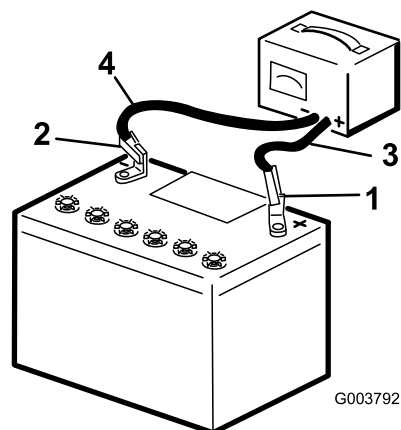

Figure 34
2. Chargez la batterie pendant 10 à 15 minutes entre 25 et 30 A, ou pendant 30 minutes à 6 A (Figure 34). Ne chargez pas la batterie excessivement.
3. Quand la batterie est chargée au maximum, débranchez le chargeur de la prise, puis débranchez les fils du chargeur des bornes de la batterie (Figure 34).
1. Branchez le câble positif (rouge) de la batterie à la borne positive (+) à l'aide des fixations retirées précédemment (Figure 34).
3. Branchez le câble négatif de la batterie à la borne négative (noir) au moyen des fixations retirées précédemment (Figure 34).
4. Fixez la batterie au moyen de la barre et des écrous à oreilles (Figure 34).